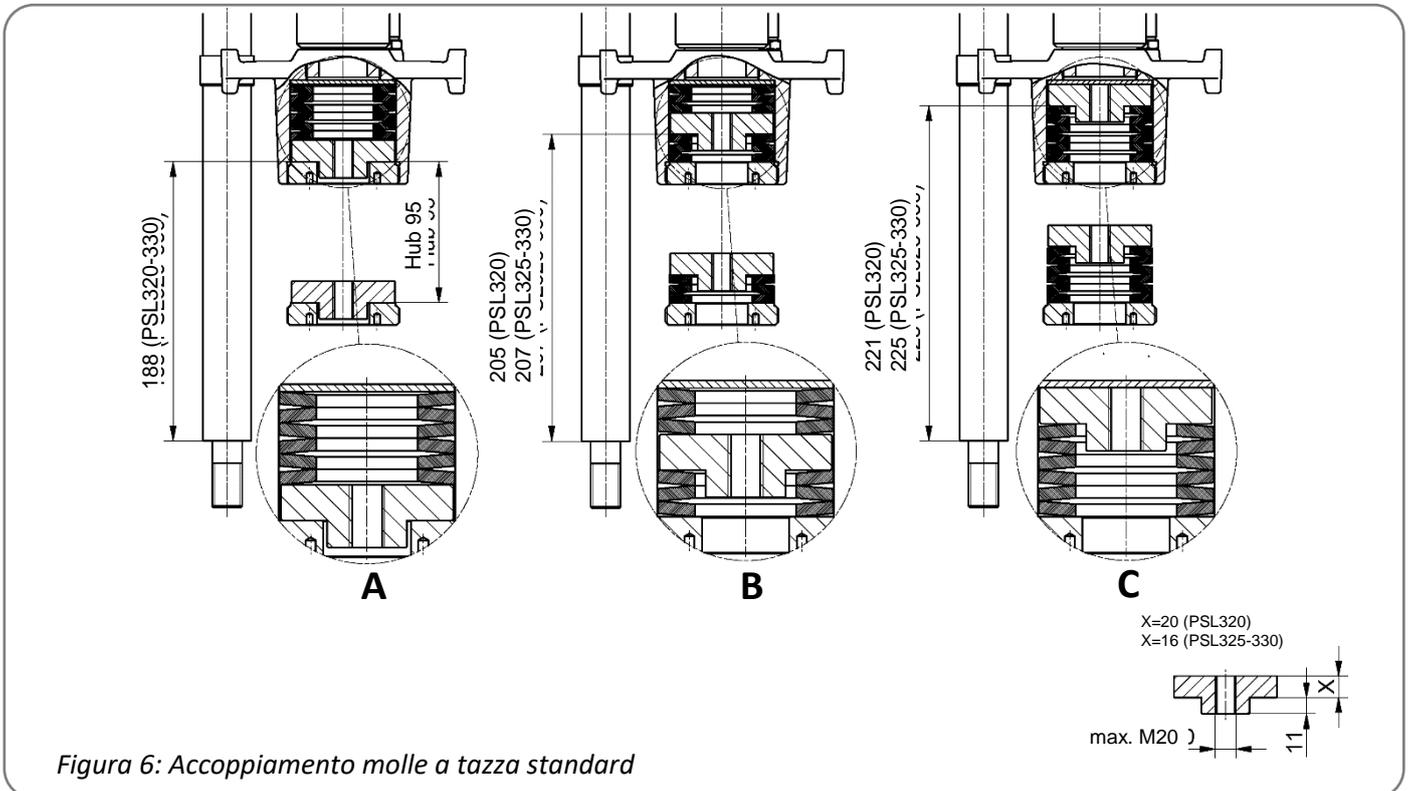

Figura 6: Accoppiamento molle a tazza standard
- Infilare o avvitare il giunto sullo stelo della valvola e forarlo o fissarlo allo stelo della valvola. È possibile fissare il giunto usando un controdado (elemento 4) (Disporre le molle a tazza come indicato figura 6 a pagina 10).
- A: Disposizione per una valvola a due vie con "Stelo della valvola che si ritrae" come direzione di chiusura (figura 6).
- B: Disposizione per una valvola a 3 vie (figura 6).
- C: Disposizione per una valvola a due vie con "Stelo della valvola che si estende" come direzione di chiusura (figura 6).